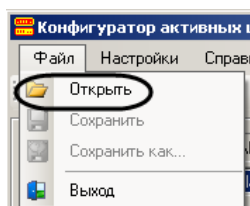

Рис. 13.3—4 Пункт «Открыть» меню «Файл»
1. Открыть файл конфигурации, выбрав пункт «Открыть» меню «Файл» (Рис. 13.3—4).